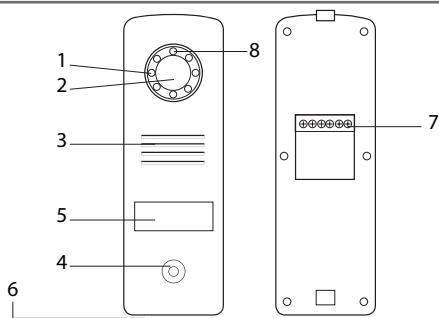

Fig. 4
5. Porte-nom lumineux (retro éclairage du porte-nom automatique en fonction du niveau de la luminosité). Pour changer l'étiquette porte-nom, soulever délicatement avec 2 doigts la protection plastique (8 fig. 4) et glisser l'étiquette du porte-nom.
### a. Installation de la platine de rue (fig. 4)